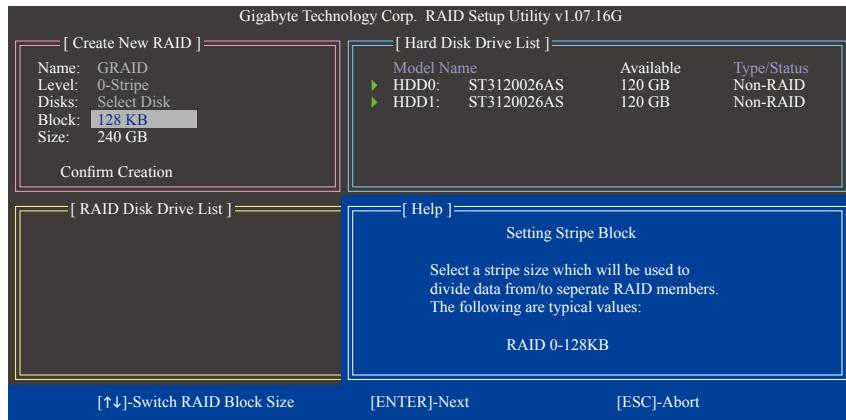

图6
4. 设置磁盘窗口大小(Block): 若选择制作RAID 0, 需指定磁盘窗口大小。以 $<\uparrow>$ 或 $<\downarrow>$ 键选择需要的磁盘窗口大小(图6), 可调整大小从4 KB至128 KB。完成后请按 $<Enter>$ 键。